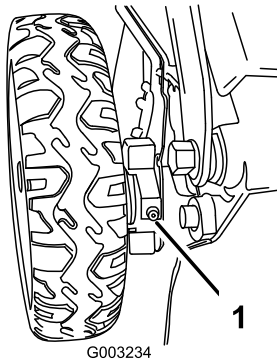

Figure 37
1. Essuyez les graisseurs situés juste à l'intérieur des roues arrière avec un chiffon propre (Figure 37).